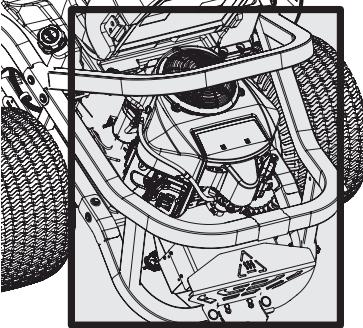

Figura 23
- Mantenga ambos lados de las ranuras de refrigeración de la transmisión, el colector de escape, alrededor de los fusibles, todo el cableado y los arneses de cables, el tubo del silenciador, el protector del silenciador, los filtros de admisión del motor y las aletas de refrigeración, etc., libres de residuos de pasto y hojas. Consulte la Figura 23.